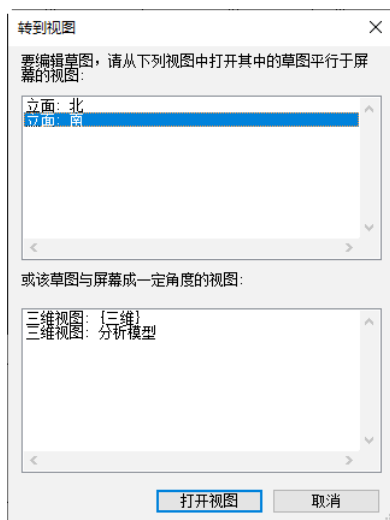
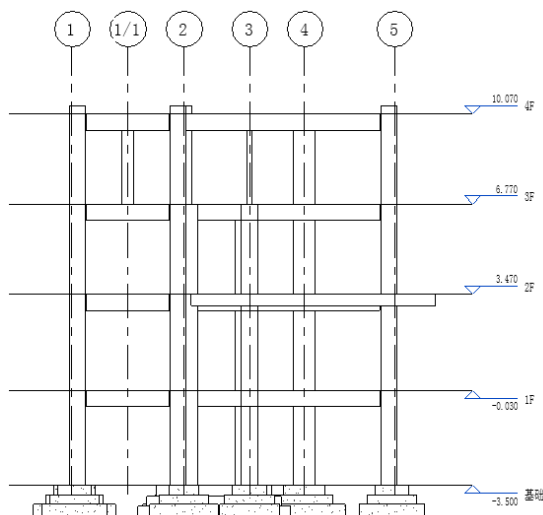

图 6-58 “转到视图”对话框
图 6-59 南立面视图
(3) 打开“转到视图”对话框, 选择“立面: 南”视图, 如图 6-58 所示, 单击“打开视图”按钮, 将视图转换到南立面视图的轴线 A 截面, 如图 6-59 所示。